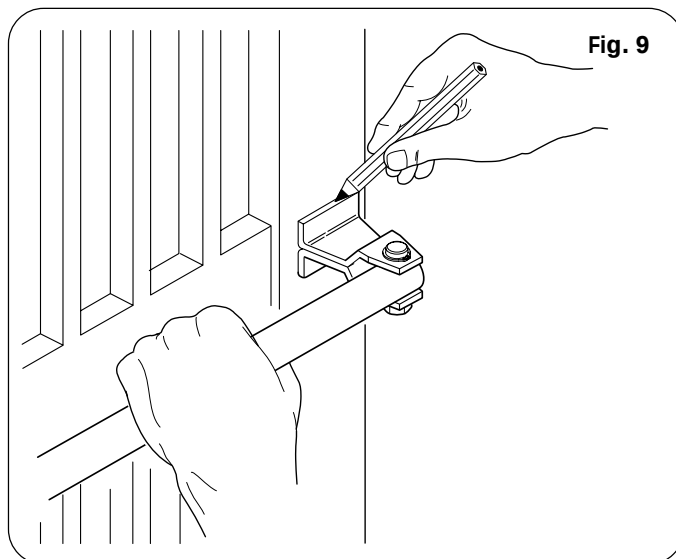

Fig. 9
- 7) Fermer le vantail du portail et, en maintenant l'opérateur parfaitement horizontal, déterminer sur le vantail la position de la patte d'attache antérieure (Fig. 9).